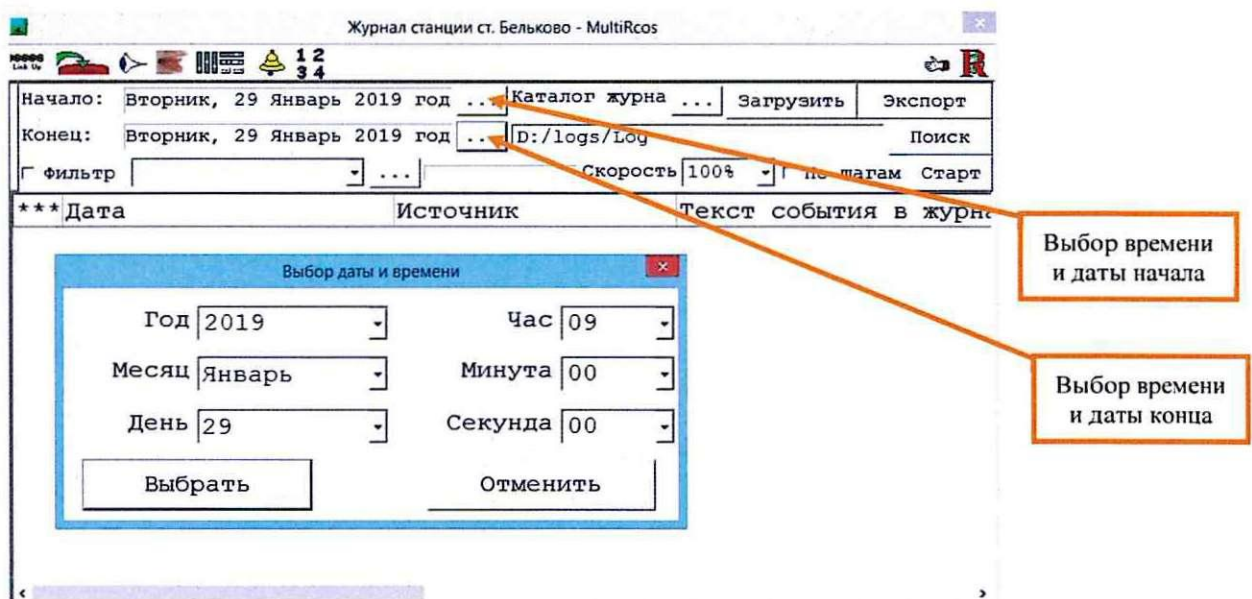

Рисунок 3. Выбор даты и времени для загрузки журнала.
7.1.3 Выбрать время начала и конца выборки можно установить, нажав соответствующие кнопки «Выбрать». Появится диалог установки времени, в котором можно выбрать точную до секунды времени дату. Нет никаких ограничений на длину обрабатываемого временного промежутка, но с его увеличением линейно растет время загрузки журнала (Рисунок 3).